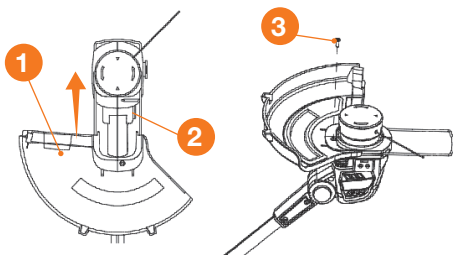

Рис. 3
- Установите защитный кожух **1** на изделии вставив его в пазы **2** на корпусе косильной части (Рис. 3).
- Закрепите кожух винтом **3** с внутренней части кожуха (Рис. 3).